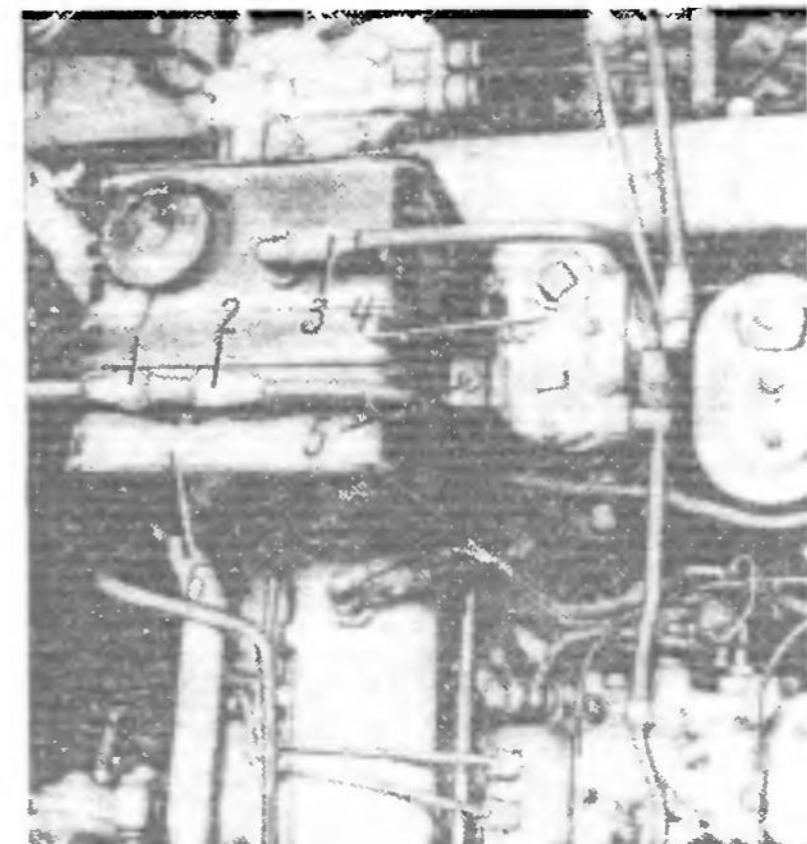

Рис. 28. Снятие расширительного бачка.
5. Отверните накидные гайки и отсоедините от расширительного бачка 6 (рис. 28) воздухоотводящую 1 и перепускную 2 трубы радиатора. Отсоедините от компрессора 4 и расширительного бачка соединительную трубку 3 и снимите ее	Ключ 22 мм
27. Установите расширительный бачок 6 (см. рис. 28), закрепите скобой с резиновой прокладкой, вверните болты 5 с гайками и пружинными и плоскими шайбами	Ключ 13 мм, отвертка
29 Подсоедините к расширительному бачку 6 (см. рис. 28) воздухоотводящую трубку 1 радиатора и перепускную трубку 2; к компрессору 4 и расширительному бачку — соединительную трубку 3	Посуда для масла, ключ 27 мм